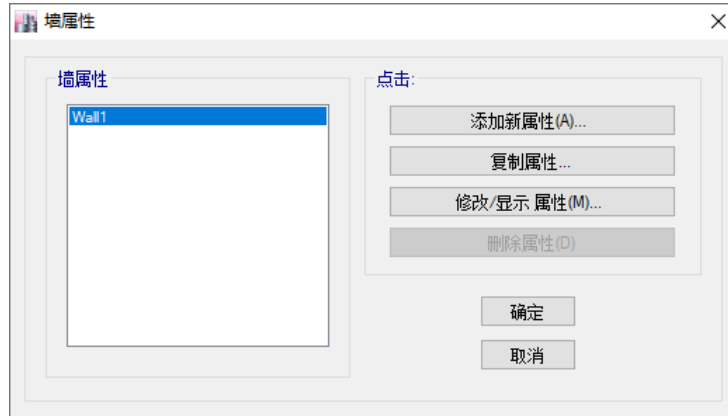

图 3-11 墙属性对话框
1. 点击菜单**定义>截面属性>墙截面**，弹出**墙属性**对话框，如图 3-11 所示：
5. 重复步骤 1~4，完成表 1 中其它墙截面定义；也可采用图 3-11 中的复制属性命令完成。